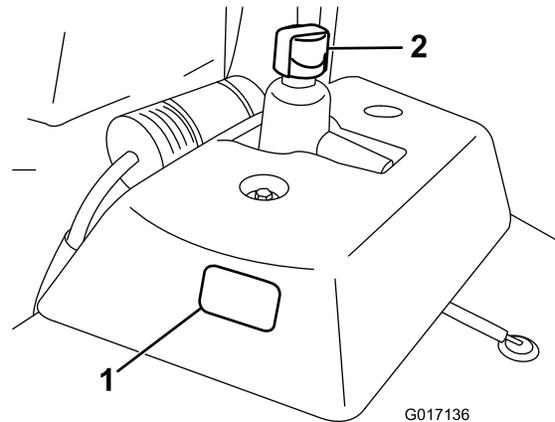

図 22
1. 平らな場所に駐車する。エンジンもオイルも冷えていることを確認する。補助オイルタンクの側面についている点検窓から内部をのぞいてオイル量を点検する図22。オイル量が点検窓の2本の線の間にあればよい。